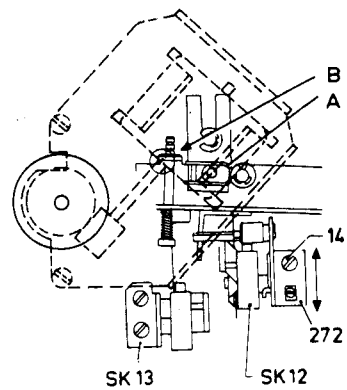

Fig. III-14
- Kontrollieren, ob beim Ausfädelvorgang SK12 umschaltet, wenn die Feder A (siehe Abb. III-14) gespannt wird.
- Kontrollieren, ob beim Einfädelvorgang SK13 umschaltet, wenn die Feder A (siehe Abb. III-14) gespannt wird.